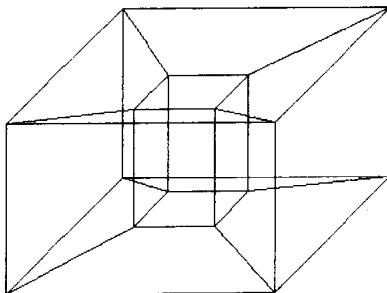

图 1-2 视觉形状不唯一线框
- 由于线框模型显示了全部棱线，要通过分析和判断才能想像出物体的形状。当图形复杂，棱线过多时，容易引起模糊理解，产生二义性。著名的视觉形状不唯一线框如图 1-2 所示。